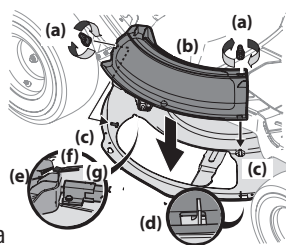

Figura 9
- Extraiga las perillas de aleta (a) que instaló en la plataforma de corte y consérvelas para colocarlas posteriormente. Consulte la Figura 9.
- Coloque el adaptador para abono (b) en la abertura de descarga de la plataforma. La parte trasera del adaptador para abono de la plataforma (b) debe estar debajo de la lengüeta (f) del soporte trasero de la plataforma (g). Los pernos prisioneros (c) de la superficie de la plataforma calzarán a través de los orificios de la parte superior del adaptador para abono (b). La pequeña lengüeta (d) del borde de la plataforma calzará a través del recorte cuadrado de la parte inferior del adaptador para abono (b). Consulte la Figura 9.